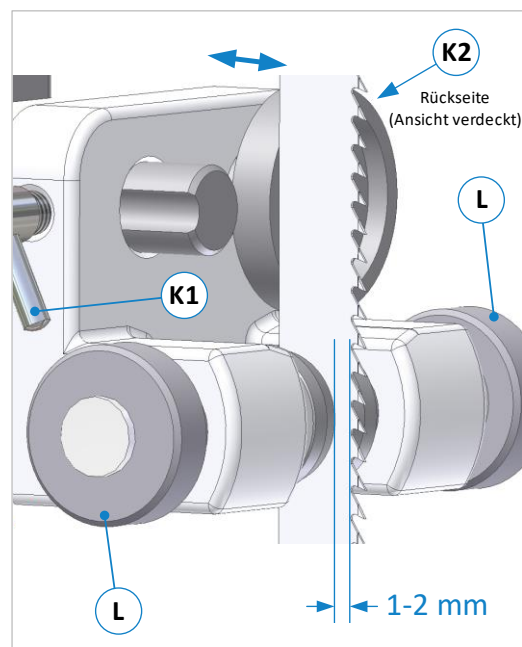

Abbildung 30: Einstellung der Führungen
- Knebelschraube (**K1**) lösen und die komplette Führung auf dem Tragbolzen (**B**) durch Verschieben so einstellen, dass die Vorderkanten der Seitenrollen ca. 1 - 2 mm hinter dem Zahngrund des Sägeblattes stehen (siehe ⇒ Abbildung 30).